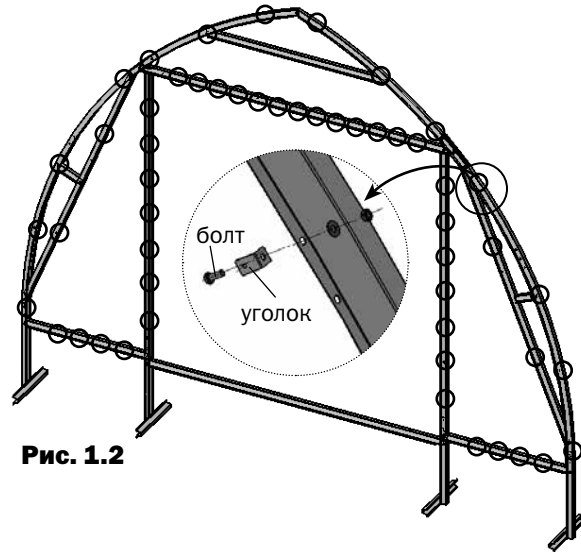

Рис. 1.2
**!** Определите места крепления уголков по **рис. 1.2.** и установите уголки совместно с полосой **В11, В10, В9.** Полосы с уголками устанавливаются после сборки основных профильных деталей.